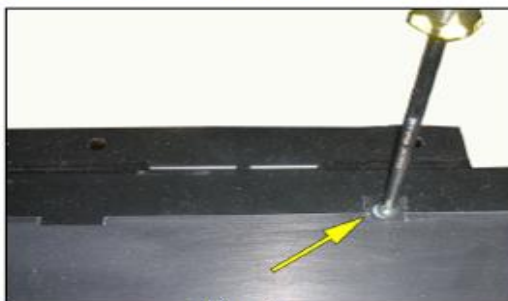

Рис. 8
5. Чтобы снять **левую и правую боковые накладки**, нужно снять все винты с каждой части (рис.8).